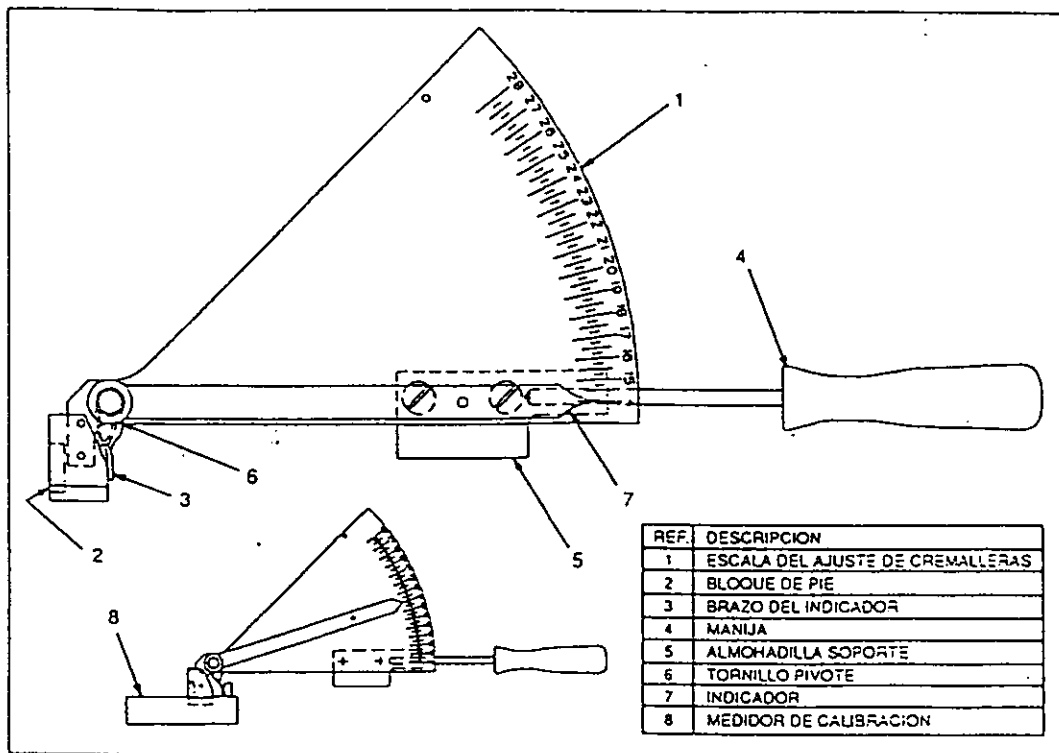

Figura 59. Medidor de cremalleras de control.
- Para revisar la lectura de cremalleras utilice el medidor de cremalleras de control, el cual puede ser utilizado para leer ajustes con motor diesel funcionando o parado. Es un instrumento de rápida lectura y muy preciso (ver figura 59).